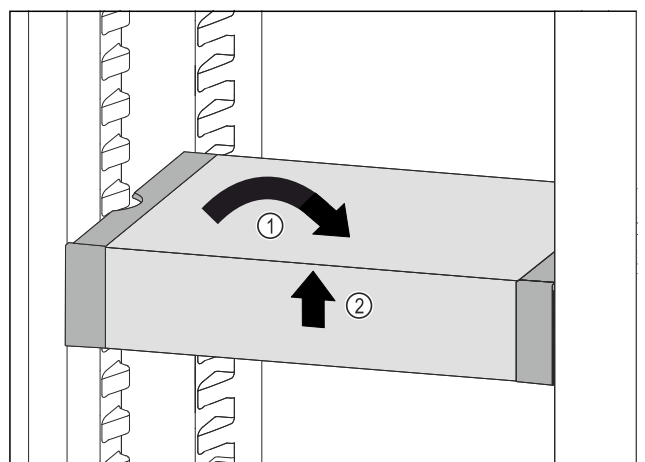

Fig. 100
- ▶ VarioSafe gerade stellen. Fig. 100 (1)
- ▶ VarioSafe vorne anheben. Fig. 100 (2)